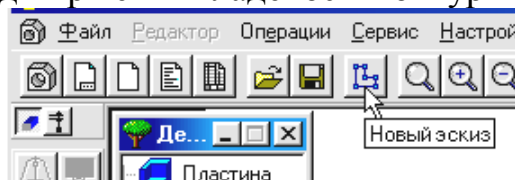

Рис. 5.9.
3. Створіть ескіз у виділеній площині, для цього натисніть кнопку *Новий ескіз* на *Панелі управління*, рис. 5.9. Система перейде в режим редагування ескізу. Для елемента видавлювання необхідні наступні вимоги до ескізу: